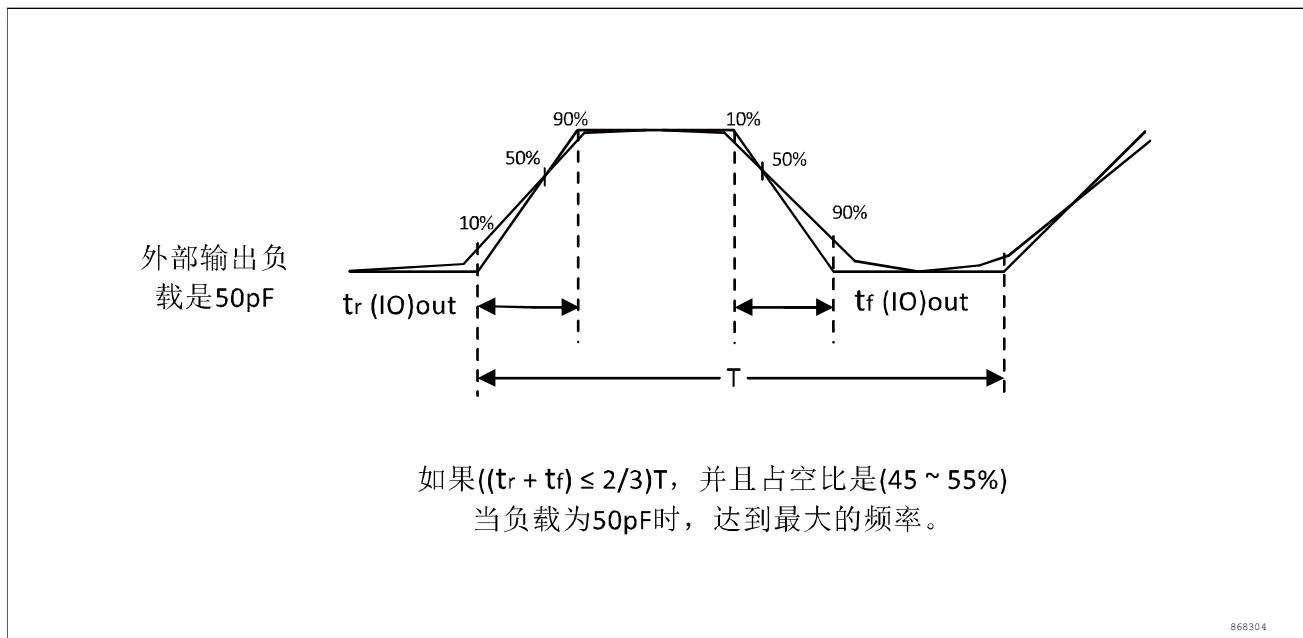

图 13 输入输出交流特性定义
输入输出交流特性的定义和数值分别在图 13 和表 35 给出。
2. 最大频率在图 13 中定义。